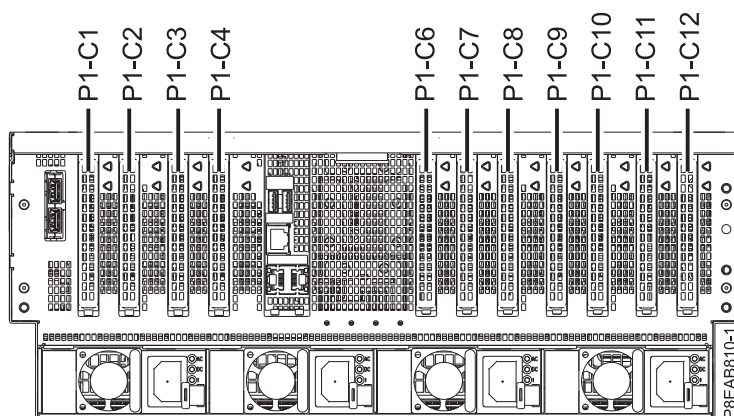

Figura 13. Localizações de ranhuras do adaptador PCIe no sistema 8408-44E ou 8408-E8E
1. Familiarize-se com as localizações das ranhuras do adaptador PCIe. Os adaptadores PCIe estão instalados na parte posterior do sistema. A Figura 13 mostra as localizações dos adaptadores PCIe num sistema 8408-44E ou 8408-E8E.